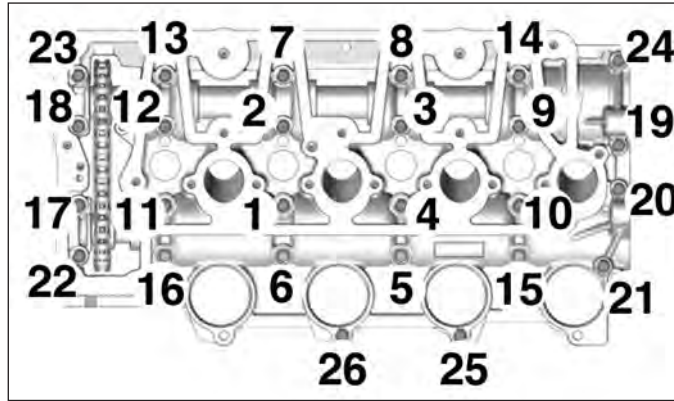

FIG.85
- Serrer le carter d'arbres à cames dans l'ordre et aux couples de serrage prescrits (Fig.85).
- les vis (4) avec du frein filet étanche,